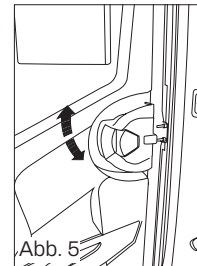

Abb. 5
- Senken Sie den Hebel **A**, um das Schloss zu entriegeln (Abb. 5)
- Heben Sie den Hebel **A**, um das Schloss zu verriegeln. (Abb. 5)